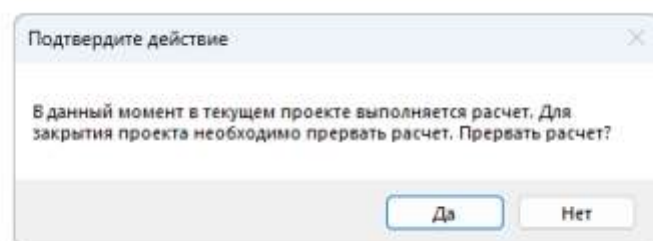

Рисунок 8.4.6
- выполнить команду **Файл → Закрыть**. Откроется окно подтверждения прерывания расчета (см. Рис. 8.4.6);